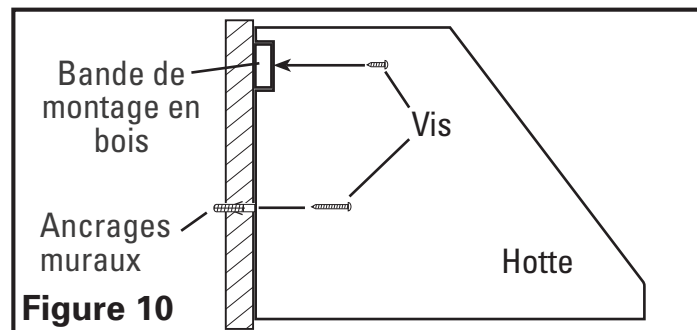

Figure 10
4. Faire reposer la cavité sur le côté arrière de la hotte sur la bande de bois et fixer à la bande de bois avec les vis de 1,9 cm comprises au travers des trous dans l'arrière de la hotte qui s'alignent avec la bande de bois (utiliser les 6 vis pour les largeurs de 76,2 et de 91,4 cm et 8 vis pour les largeurs supérieures). Fixer le bas de la hotte en installant les vis fournies avec les ancrages muraux (Figure 10).